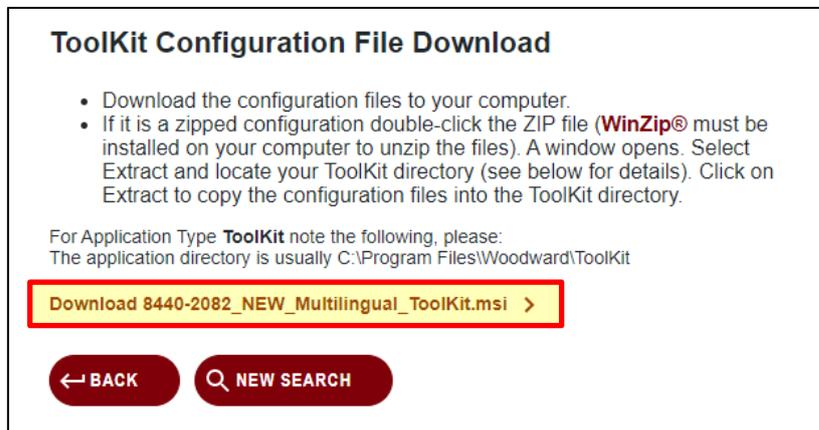

Figure 9 - Control Configuration File: pulsante didownload.
- 5) Fare clic sull'icona "Download..." come mostrato in Figure 9. Il download dovrebbe iniziare immediatamente.